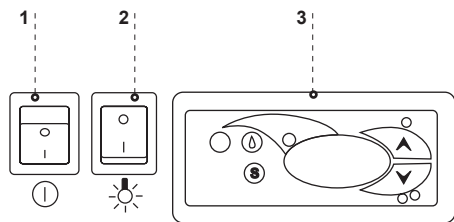

Рис. 9. Пульт управления устройством
- Включить кнопку главного выключателя Рис. 9/1 (стр. 49), что вызовет подключение регулятора термостата, а затем агрегата оборудования
- На пульте термостата Рис. 9/3 (стр. 49) установить температуру (детали обслуживания указаны на стр. 55 или 56)
- Включить кнопку освещения Рис. 9/2 (стр. 49)